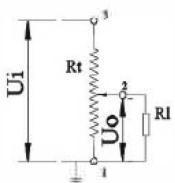

图2A推荐
2、最好能将电位器当作四端组件作调整电压的分压器使用且接线方式宜选择“1”端接地同时电位器的负载电阻RL应不小于电位器公称阻值Rt的10倍。（见图2A）